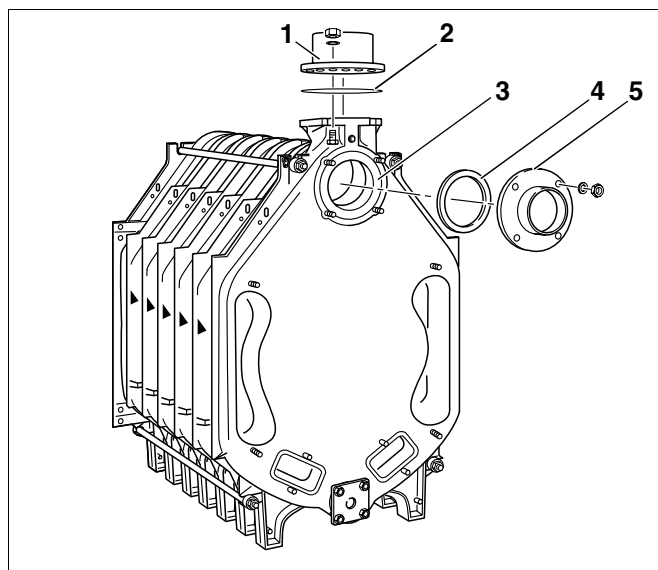

Fig. 28 Montering av tilkoplingsflenser
Sveiseflensen (med påsveisede rør) monteres til det øvre kjelnavet (Fig. 28, **Pos. 3** – returstuss) under den senere tilkoplingen av returen.
På tegningen er sveiseflensen og flatpakningen vist (Fig. 28, **Pos. 4 og 5**).
- Turflensen (Fig. 28, **Pos. 1**) med flatpakning (Fig. 28, **Pos. 2**) behøves for den senere tilkoplingen av turledningen.